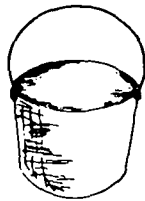

FIG 5
5.º Passo – Acerte as paredes da vala (fig. 5).
(fig. 5).